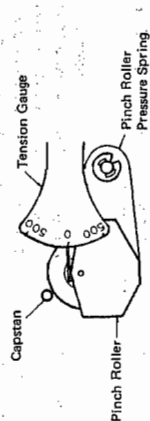

Figure 31-1
2. Push the pinch roller, at the point shown in Fig. 31-1, by using a tension gauge (500 gr.) so that it will come off the capstan. Then, release the tension slowly until the pinch roller hits the capstan again (i.e., the pinch roller is about to rotate again). Then see the tension gauge is reading 350 gr. to 420 gr.
2. Die Andruckrolle mit Hilfe einer Federwaage (500 g) an der in Abb. 31-1 gezeigten Stelle so drücken, daß sie sich von der Tonwelle löst. Dann die Spannung allmählich verringern, bis die Andruckrolle wieder die Tonwelle berührt (d.h. bis sich die Andruckrolle wieder zu drehen beginnt). Dann nachprüfen, ob die Federwaage 350 bis 420 g anzeigt.
2. Pousser le galet pinceur au point montré sur la Fig. 31-1 à l'aide d'une jauge de tension (500 g) de telle sorte qu'il se sépare du cabestan. Puis relâcher lentement la tension jusqu'à ce qu'il entre de nouveau en contact avec le cabestan (c'est-à-dire que le galet pinceur est sur le point de tourner de nouveau). Puis vérifier la lecture de 350 à 420 g de la jauge de tension.